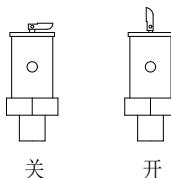

图 4.2
- 3、开始加热后，将放气阀上小扳手拉起，置于垂直位置。如下图 4.2：